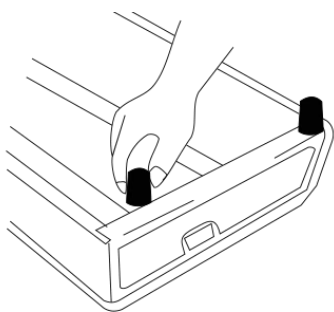

Fig. 12
4. Fissare i piedini di gomma alla pentola capovolgendola e avvitandoli nelle aperture sul fondo della pentola (Fig. 12).